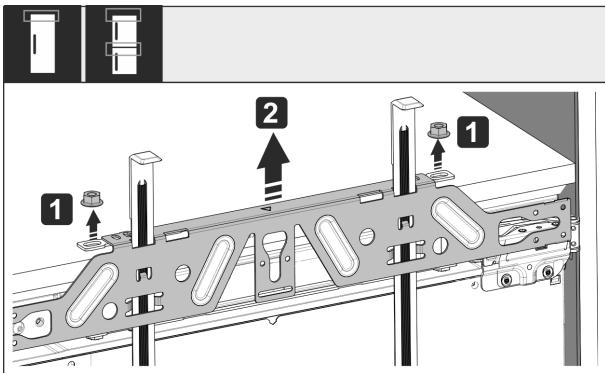

Fig. 58
- ▶ Løsne kontramuttere Fig. 58 (1).
- ▶ Ta av festetraversen Fig. 58 (2).